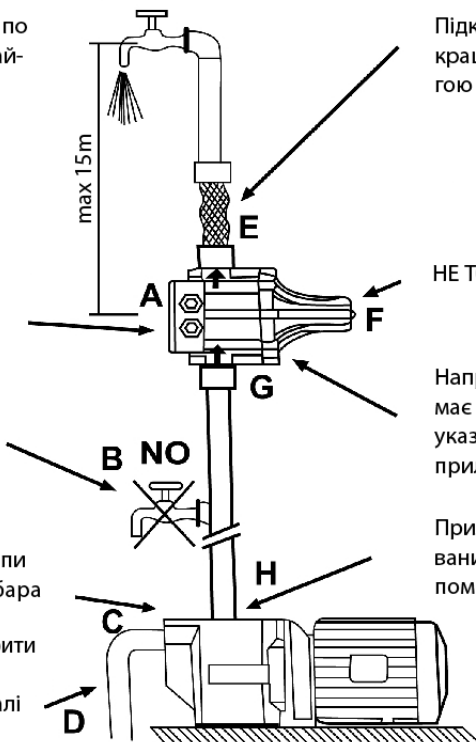

Рисунок 1. Установка приладу
- Якщо перепад по висоті між SKD-9 і найвищою точкою розбору води більший 15 метрів, треба змонтувати систему згідно рис. 1, зменшивши перепад по висоті.
Відстань між SKD-9 і краном розбору води дуже велика (перепад по висоті)	Змонтуйте SKD-9 в іншій частині магістралі зменшивши перепад по висоті (див. рис. 1)